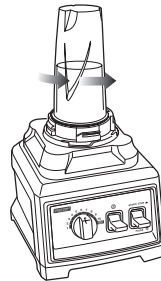

Fig. 12
- 7 Cuando haya alcanzado la consistencia deseada, gire la taza Nutri Ninja en sentido contra horario (Fig. 12) y levántela para removerla. (Fig. 13)